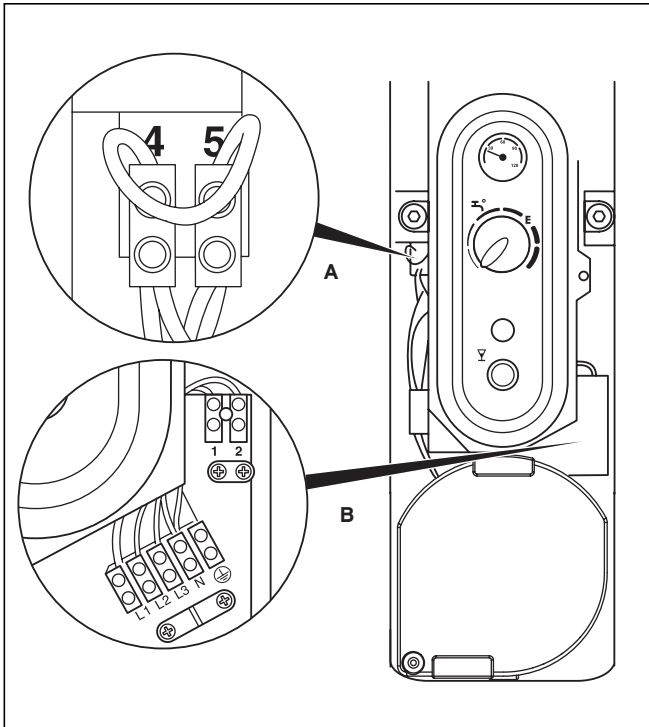

Fig. 8.5 Boîtier de raccordement
- Faites passer le câble de raccordement à travers l'orifice situé au bas du boîtier (C, voir fig. 8.5).
- Posez le câble dans le serre-câble ouvert (C, voir fig. 8.5).